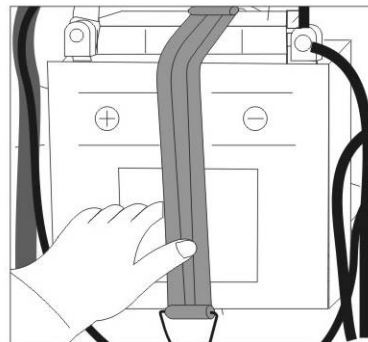

Abb. 42
- 6.3.4 Den Befestigungsgurt zuerst am unteren Haken befestigen, dann die Batterie mit einer Hand festhalten, den Riemen spannen und am oberen Haken befestigen. Erneut prüfen, ob die Batterie sicher befestigt ist (Abb. 42).